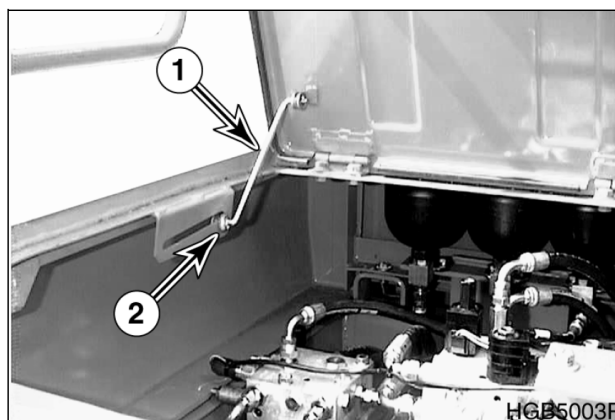

Рис. 120
Открыть дверь и вытянуть опорный стержень (1, рис. 120) в отверстие (2), пока он не заблокируется в прорези в конце щели.